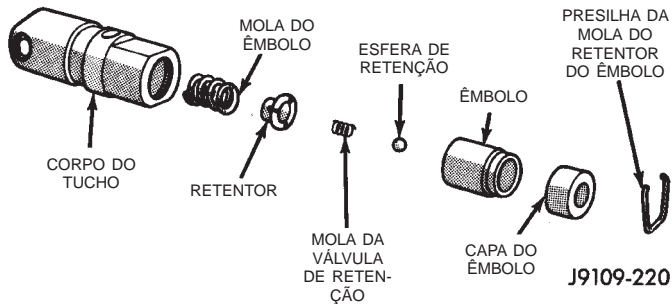

Fig. 60 Conjunto do Tucho Hidráulico
(1) Remova o clipe da mola retentora do êmbolo (Fig. 60).
(2) Limpe os depósitos de verniz de dentro do corpo do tucho acima da capa do êmbolo.
(3) Inverta o corpo do tucho e remova a capa do êmbolo, a válvula de retenção, a mola da válvula de retenção, o retentor da válvula de retenção e a mola do êmbolo (Fig. 60). A válvula de retenção pode ser plana ou esférica.
(1) Limpe todas as peças do tucho em um solvente que removerá todo o verniz e carbono.
(2) Substitua os tuchos que não se ajustam para manutenção adicional com novas montagens.
(3) Se o êmbolo mostrar sinais de ranhura ou desgaste, instale um novo conjunto de tucho. Se a válvula estiver corroída, ou a sede de válvula na extremidade do êmbolo não puder se assentar, instale um novo conjunto do tucho.
(4) Monte os tuchos (Fig. 60).